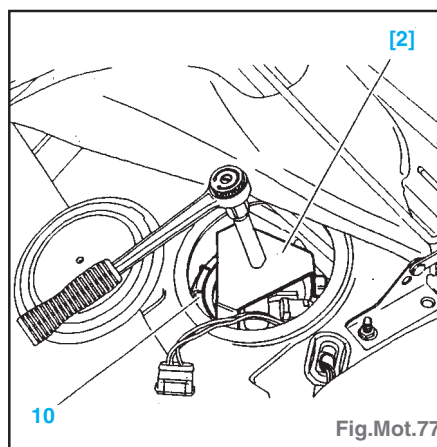

Fig.Mot.77
- Desserrer la bague (10) avec l'outil [2] et la déposer (Fig.Mot.77).